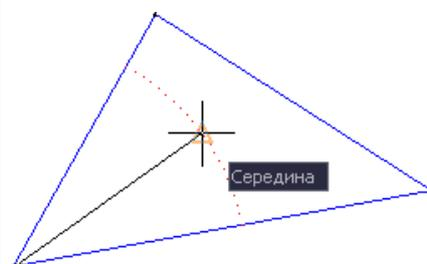

Рис. 3.5
2. Построить отрезок, соединяющий нижнюю вершину треугольника с серединой дуги (рис. 3.5).
Шаг 3. Выбрать объектную привязку **Середина**  и подвести курсор к дуге (рис. 3.5). Когда появится метка привязки (треугольник), щелкнуть мышью.